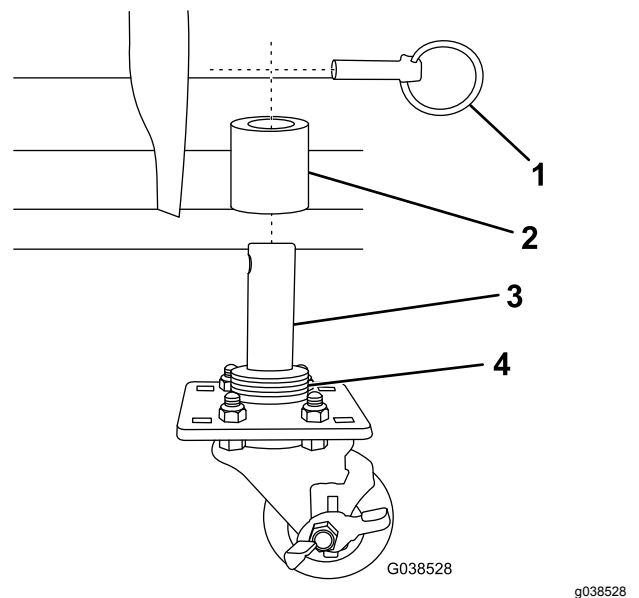

Figura 2
- Coloque las zapatas de las ruedas giratorias pequeñas en los portazapatos de la pala y fíjelos con un pasador de seguridad (Figura 2).